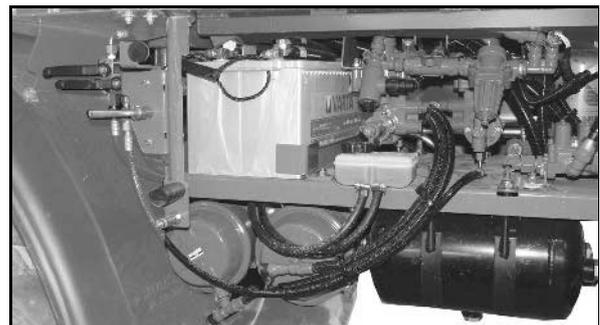

Fig. 172
1. Apretar el rodillo tensor (Fig. 172/1) con llave insertable (Fig. 172/3) en la dirección de la flecha hasta que se pueda fijar un pasador de retención de Ø6mm (Fig. 172/4) en la perforación de montaje.
La correa acanalada (Fig. 172/2) está ahora desprovista de tensión.
2. Retirar la correa acanalada (Fig. 172/2) primero del rodillo más pequeño o del rodillo tensor.
4. Colocar la nueva correa acanalada (Fig. 172/2).
6. Volver a tensar la correa acanalada con el rodillo tensor y la llave de inserción (Fig. 172/3). Comprobar si el guiado de la correa acanalada se ha colocado correctamente.